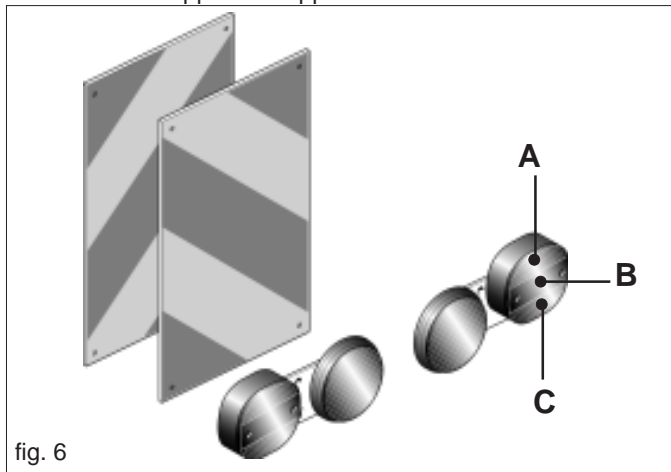

fig. 6
- 35) Qualora gli ingombri costituiti da attrezzature portate o semiportate occultino la visibilità dei dispositivi di segnalazione e di illuminazione della trattrice, questi ultimi devono essere ripetuti adeguatamente sulle attrezzature, attenendosi alle normative del codice stradale in vigore nel relativo paese. Accertarsi, quando in uso, che l'impianto luci sia perfettamente funzionante. Si rammenta inoltre che la corretta sequenza segnaletica dei fanali prevede (Fig. 6):